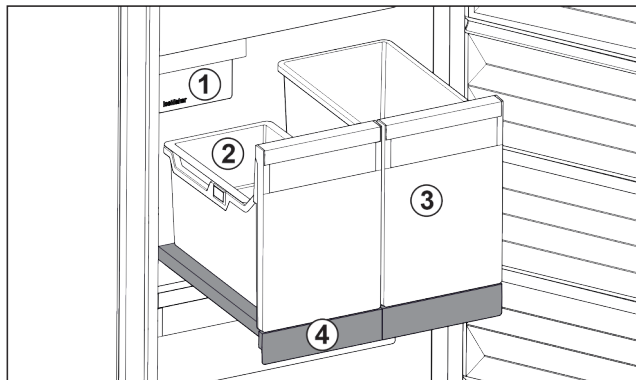

Fig. 88 Vyťahovacia polička s IceTower
Na vyťahovacej poličke sú dve vysoké nádoby (IceTower). V nádobe Fig. 88 (2) sa hromadia a skladujú kocky ľadu z IceMaker. Nádobu Fig. 88 (3) sa hodí na skladovanie vysokých potravín, ako sú pizze alebo alkoholické nápoje.